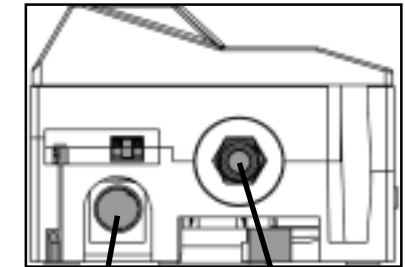

Bild 8
- Die Steckmuffe eines DN 50-Rohres über das Ablaufrohr des Gerätes stecken (siehe Untenansicht Bild 8.) und in Kanal oder Hebeanlage einleiten.
- Gummi-Saugschlauch dicht und fest mit dem Gegenstück (IG) der 3-teiligen-Verschraubung vom Regenmanager verbinden.
- Gummi-Saugschlauch dicht und spannungsfrei mit der 3-teiligen-Verschraubung des Regenmanagers verbinden, siehe Bild 8.